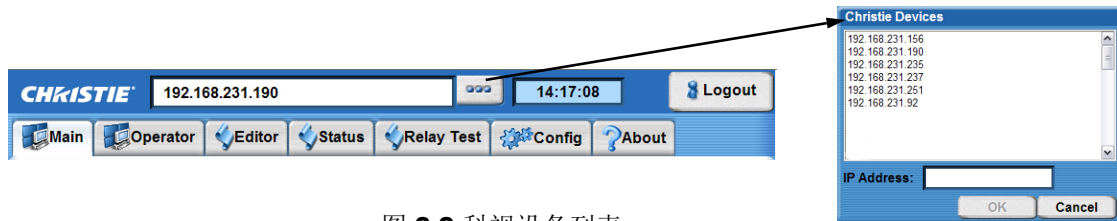

图 3-3 科视设备列表
1. 单击“设备”(Device) 按钮以打开“Christie 设备”(Christie Devices) 窗口（图 3-3）。